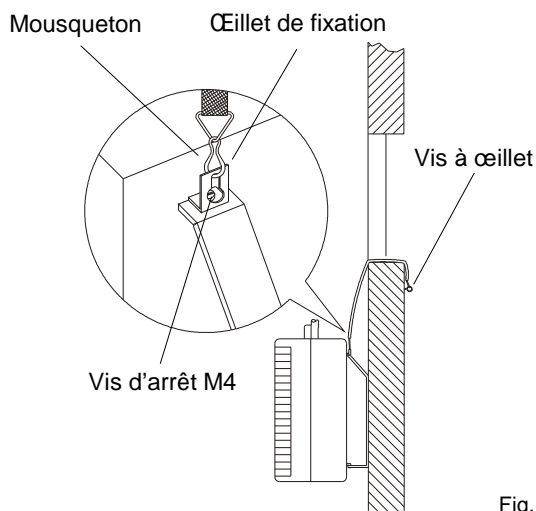

Fig. 10
3. Suspendez l'autre extrémité de la courroie de fixation dans la vis à œillet qui doit être montée sur le mur ou la balustrade (Fig. 10).